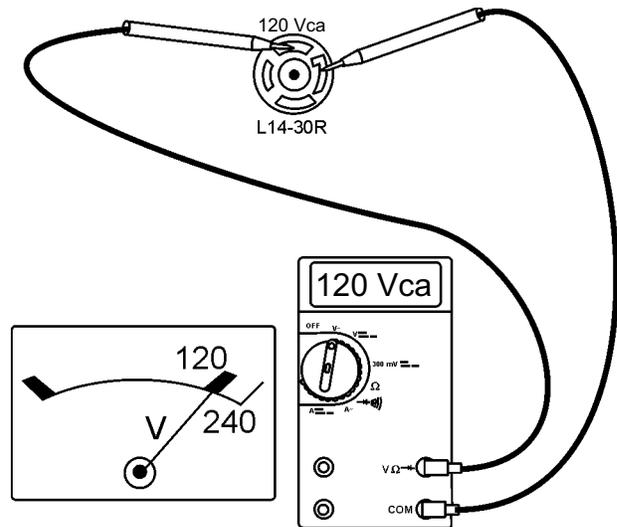

Figure 25. Prise 120/240 V (120 V)
12. La prise L14-30R est une prise bitension (120-240 volts). Se référer aux Figures 25 et 26 pour vérifier les tensions sur cette prise.